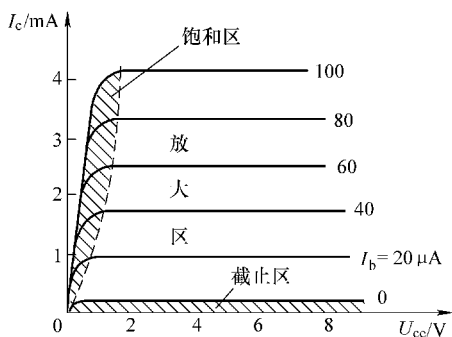

图 2-50 NPN 管共发射极输出特性曲线
2) 输出特性曲线。当 I_b 不变时，输出回路中的电流 I_c 与电压 U_{ce} 之间的关系曲线称为输出特性曲线。 I_b 值固定，可得到一条输出特性曲线，改变 I_b 值，可得到一簇输出特性曲线，如图 2-50 所示。
如图 2-50 所示，在输出特性曲线上可划分 3 个区：放大区、截止区、饱和区。